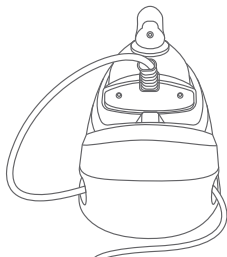

Рис. 1
1. Разместите основание паровой станции (5) на устойчивой, ровной и прочной поверхности.
2. Извлеките шланг подачи пара (12) из отсека для хранения (6). Полностью размотайте шланг подачи пара и шнур питания (13).
3. Убедитесь в том, что утюг правильно размещен на теплоизолированной платформе (11) (см. Рис.1).